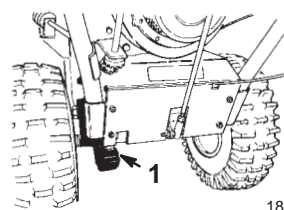

Figure 34
2. Lubrifiez légèrement la chaîne d'entraînement avec un lubrifiant spécial (Fig. 34).